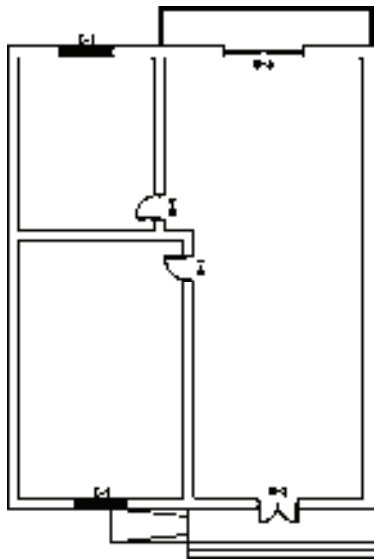

图 6-92 绘制散水
- 1) 按〈Ctrl+O〉组合键，打开配套光盘提供的“第 6 章/6.2.4 绘制散水.dwg”文件，如图 6-92 所示。